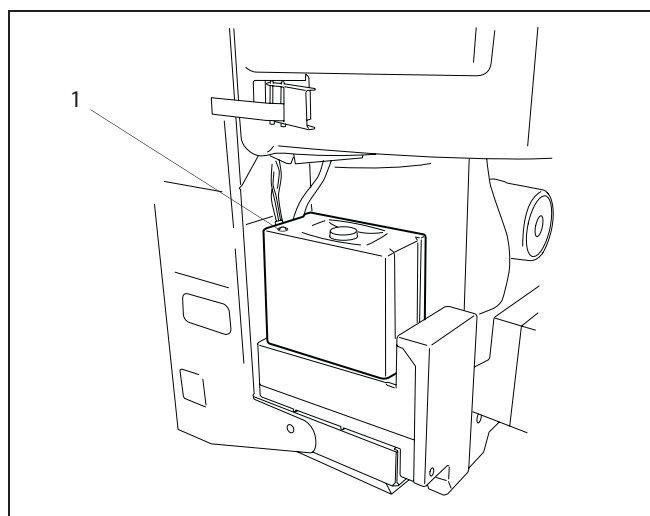

Fig. 52 UBA 3 - KIM
- all'interno del computer U.B.A. individuare il fusibile guasto (fig. 52);
Oltre ai codici del display sull'unità BC 10, il sistema si avvale anche di un LED indicatore a luce rossa sull'UBA 3 (fig. 52).
- **Led spento**, in condizioni di normale funzionamento (fig. 52, pos. 1).